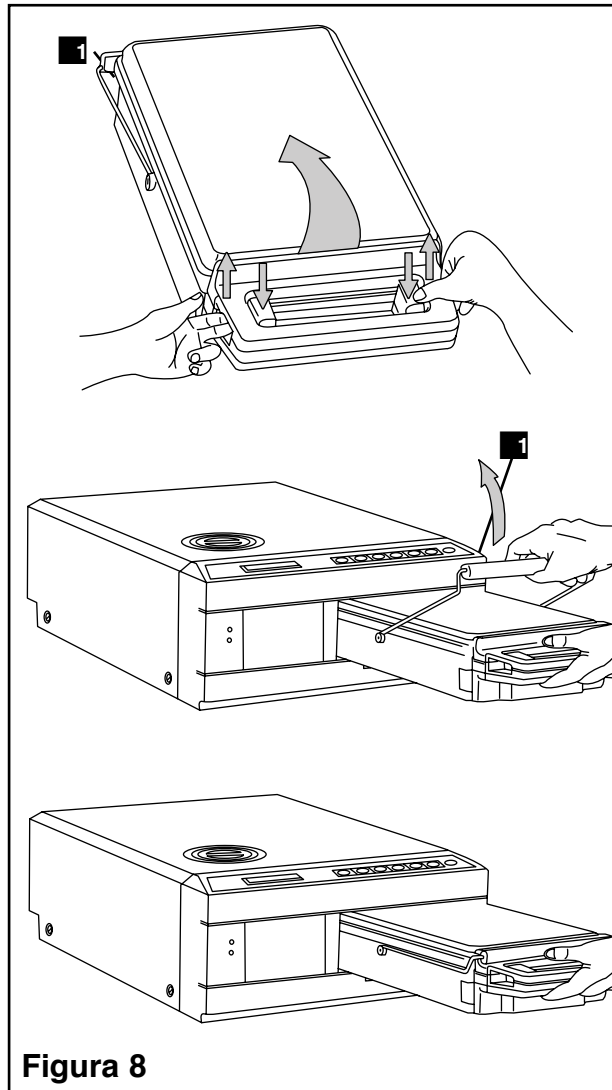

Figura 8
1. Segure a pega da cassete com uma mão e a pega de transporte com a outra, conforme ilustrado na Figura 8.